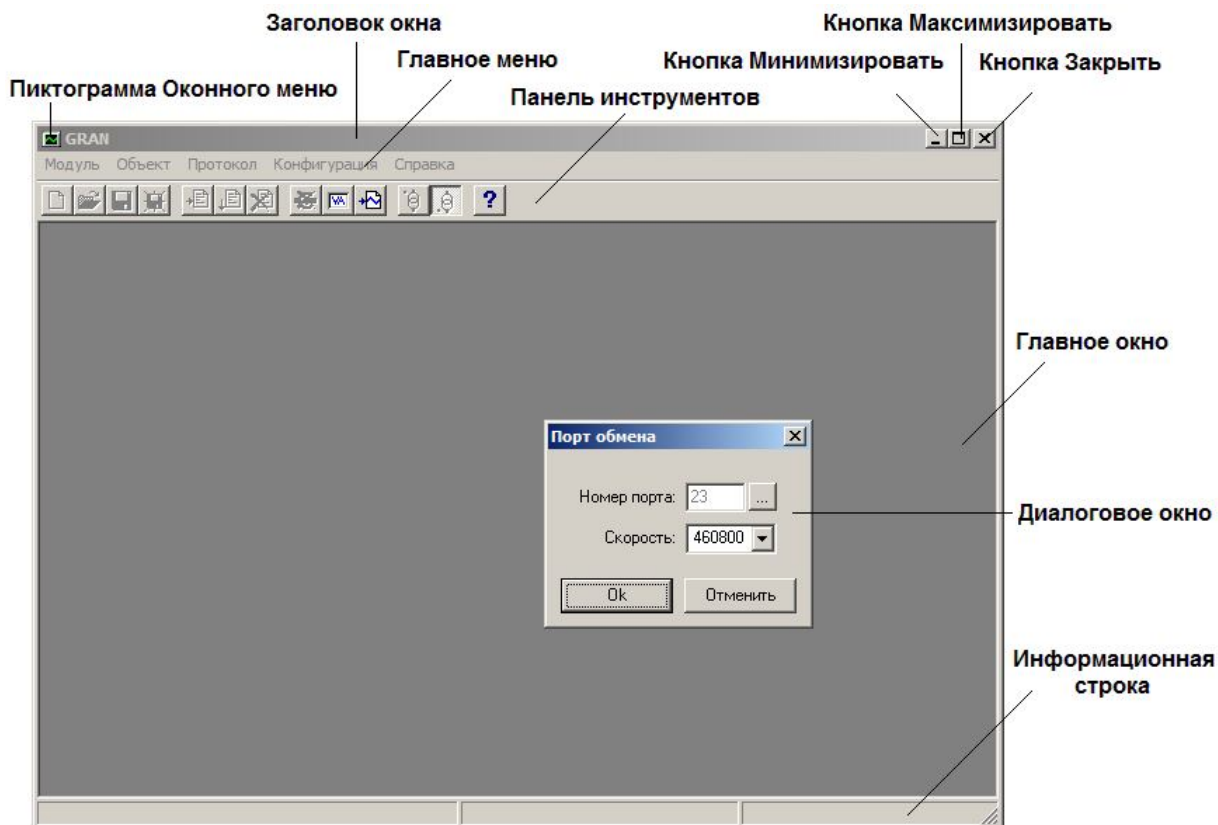

Рис. 1.1. Главное и диалоговое окна программы
**Пиктограмма** – условное графическое изображение определенной команды, например, изображение команды оконного меню, или изображение команд, размещенных на панели инструментов (рис. 1.1).
**Окно** – стандартный объект системы WINDOWS, в котором отображается информация (рис. 1.1) и который является основой для других элементов интерфейса. Есть несколько типов окон:
**Панель инструментов** – набор кнопок с пиктограммами, с помощью которых можно выполнить определенные команды (рис. 1.1). Как правило, это наиболее употребляемые команды главного меню.